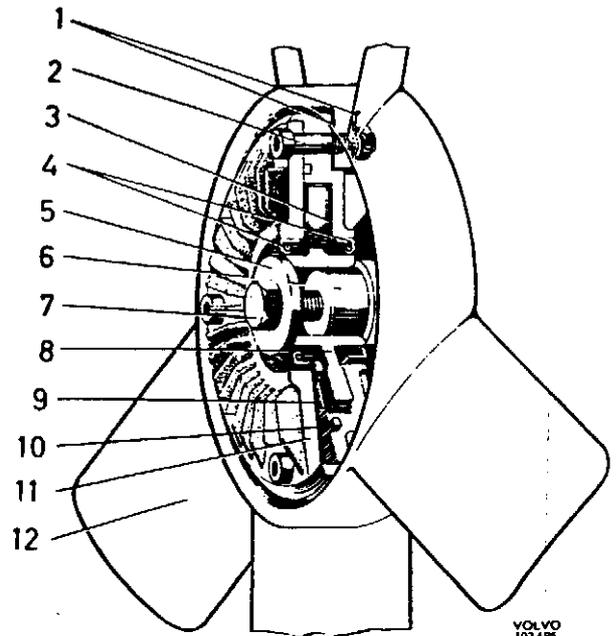
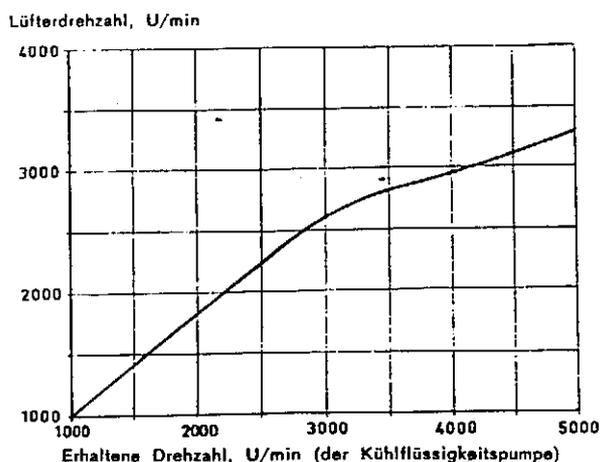

Abb. 125 Lüfterkupplung
Abb. 131 Kurve des Gleitens der Lüfterkupplung
Der Motor B 20 A ist mit einem festen Lüfter ausgerüstet. Bei dem Motor B 20 B ist ein drehzahleregelter Lüfter vorhanden (gilt nicht für Volvo 120 und 1800, die festen Lüfter haben), eine sog. Schlupfkupplung (siehe Abb. 125). Diese verleiht den Lüfterblättern durch Gleiten bei hoher Motordrehzahl eine niedrigere Geschwindigkeit, siehe Abb. 131. Die fünf Lüfterblätter sind asymmetrisch angebracht, wodurch die Nebengeräusche gesenkt werden. Die Lüfterkupplung besteht aus dem Gehäuse (11, Abb. 125), in dem die Kunststoff-Lüfterblätter (12) mit Schrauben (2) befestigt sind. Das Gehäuse (11) besteht aus zwei Hälften und kann für Reparaturen nicht geteilt werden, sondern die Lüfterkupplung muß als Ganzes ausgewechselt werden. Die Nabe (8) ist mit leichter Passung an dem Antriebsflansch (6) der Kühlflüssigkeitspumpe angeschlossen und wird mit der Zentrumschraube (7) befestigt. Die Nabe ist mit einer Gleitscheibe aus
Reibmaterial (9) versehen, die von Öl umgeben ist. Bei Leerlauf und bei niedriger Motordrehzahl ist der Schlupfeffekt unbedeutend, weshalb der Lüfter einen genügend starken Luftstrom abgibt. Wenn die eintretende Drehzahl (der Kühlflüssigkeitspumpe) ca. 2 600 U/min übersteigt, erhöht sich der Schlupfeffekt (vergleiche Abb. 131), und der Lüfter erhält eine Höchstdrehzahl von 3 000–3 500 U/min. Hierdurch werden die Geräusche des Lüfters gering im Vergleich mit einem Lüfter, der mit der Drehzahl der Kühlflüssigkeitspumpe arbeitet. Verglichen mit einem starrverbundenen Lüfter wird auch der Leistungsverlust geringer durch Einbau der Schlupfkupplung.
Die Funktion der Lüfterkupplung kann mit einem Stroboskop mit veränderlicher Blinkfrequenz kontrolliert werden. Je eine Kennzeichnung an dem Lüfter und an der Kühlflüssigkeitspumpen-Riemenscheibe anbringen. Das Drehzahlverhältnis zwischen Lüfter und Riemenscheibe mit dem Stroboskop messen. Die Lüfterdrehzahl soll der Drehzahl der Kühlflüssigkeitspumpe in Übereinstimmung mit nebenstehender Kurve (Abb. 131) folgen.